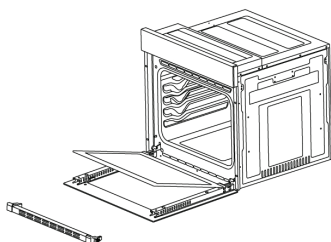

Fig. 3
3. Levante el cristal con cuidado y tire de él hacia usted (Fig. 3).